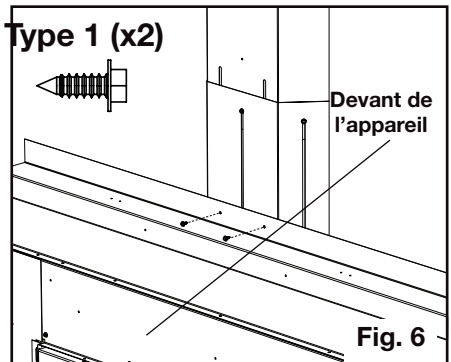

Fig. 6
6. Fixez le bouclier d'aération à l'aide de deux fixations (fournies) au bouclier du linteau (Figure 6).